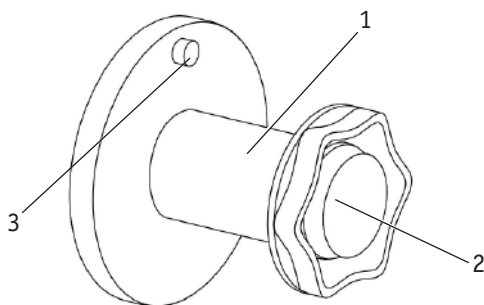
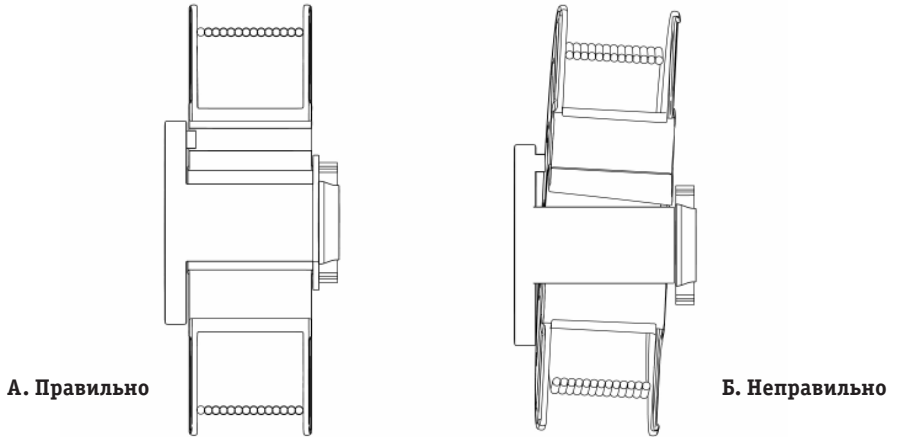

Рис. 8.4.1. Ось катушки.
Рис. 8.4.2. Установка катушки с проволокой на ось катушки.
Установите катушку с проволокой на ось катушки (см. рис. 8.4.1). Не допускайте перекоса катушки (см. рис. 8.4.2).
2. Установите катушку с проволокой совместите отверстие катушки и фиксатор адаптера, зафиксируйте её прижимной гайкой (см. рис. 8.4.2, п. А).